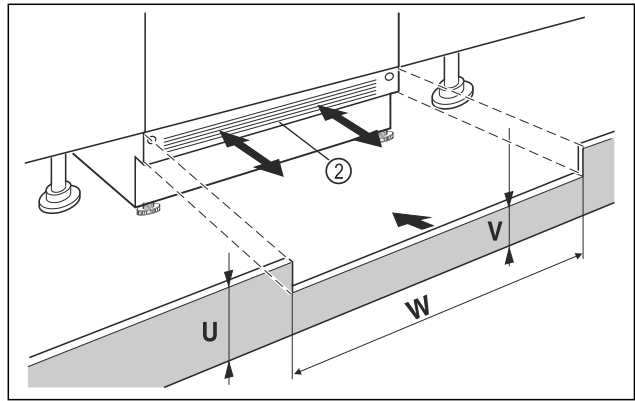

Fig. 71 Примерное изображение
- ▶ Установите цокольную панель устройства Fig. 71 (2), но еще не фиксируйте ее.
- ▶ Если цокольную панель Fig. 71 (2) видно, потяните её вперед настолько, пока передний край вентиляционной решетки не станет вровень с цокольной панелью мебели.
- ▶ Если цокольная панель Fig. 71 (2) скрыта, сдвиньте её назад как можно дальше.
- ▶ Вентиляционное отверстие должно быть полностью открытым: При необходимости следует подрезать цокольную панель мебели по высоте Fig. 71 (U)!
- ▶ Подгоните высоту перемычки Fig. 71 (W) по всей ширине ниши Fig. 71 (V) под цокольную панелью устройства Fig. 71 (2).